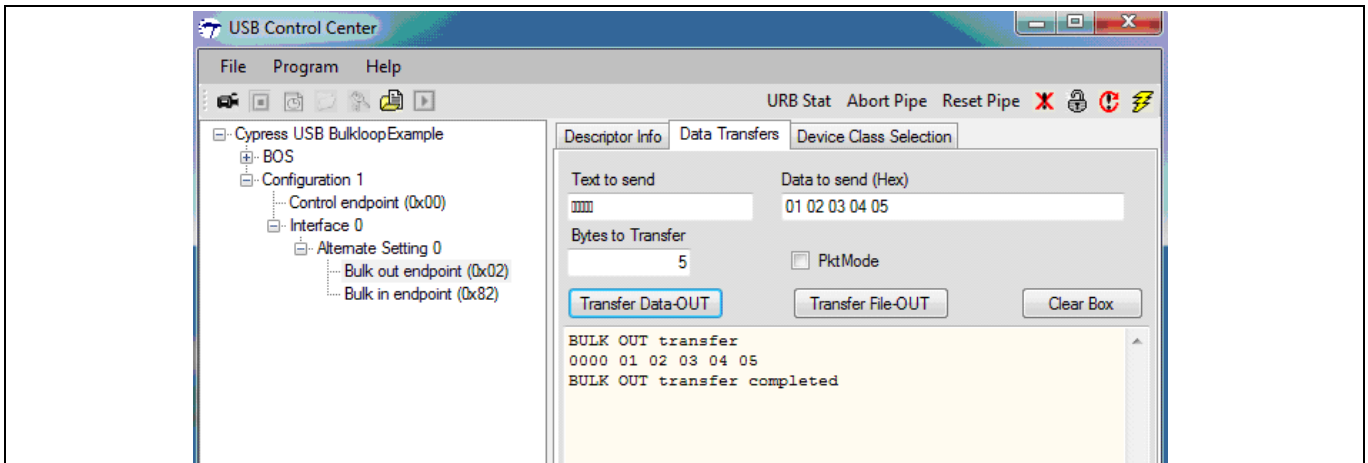

Figure 24 BULK OUT 传输
1. 展开“Cypress USB Bulkloop Example”条目下所有的子条目。如果您按照第 1 到第 6 步的介绍修改并编译了固件，那么您将会看到 BULK EP2 OUT 和 BULK EP 2 IN 出现在接口 0 中备用设置 0 的下面 (Figure Figure 24)。
2. 要执行一个 BULK OUT 传输，请点击 Data Transfers 选项卡，然后选择左侧屏幕内的 BULK out endpoint (0x02)项。向 Bytes to Transfer 字段输入需要传输的字节数量；向 Data to send (Hex)字段输入需要传输的数据。Control Center 将自动在十六进制数字对之间插入空格。点击 Transfer Data-OUT。Figure 24 显示了将 5 个字节传输到 BULK OUT 端点(0x02)的设置。